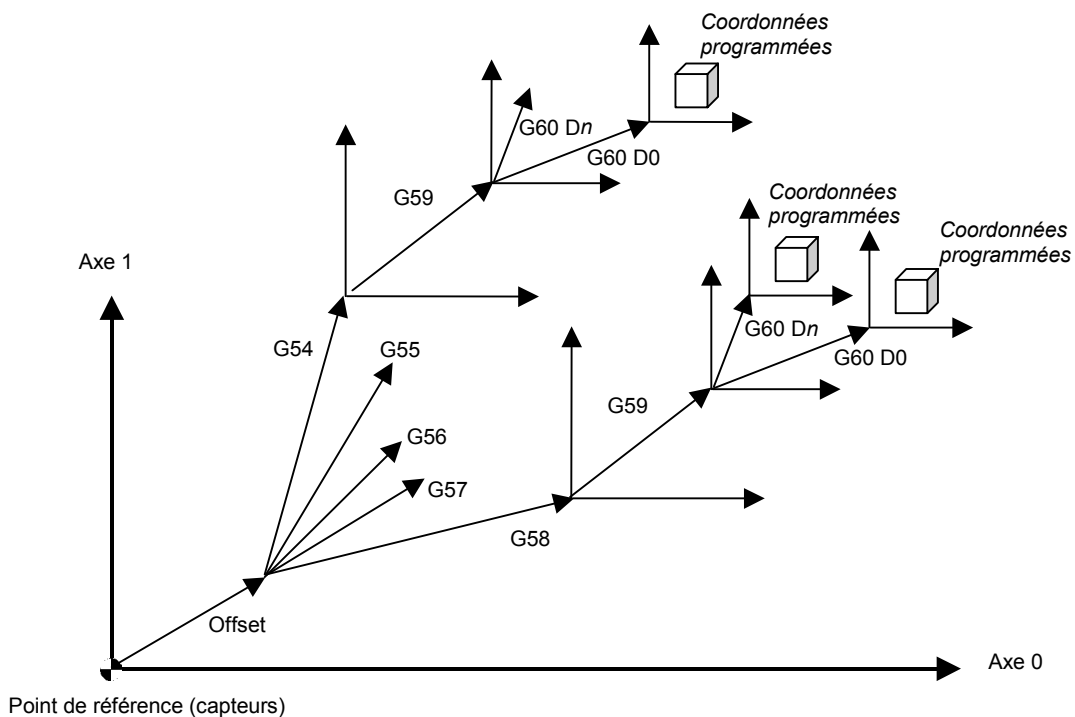

Figure 4.1.1-1 Système de coordonnées représenté pour 2 axes 0 et 1
- La figure 4.1.1-1 doit être étendue au nombre d'axes actifs